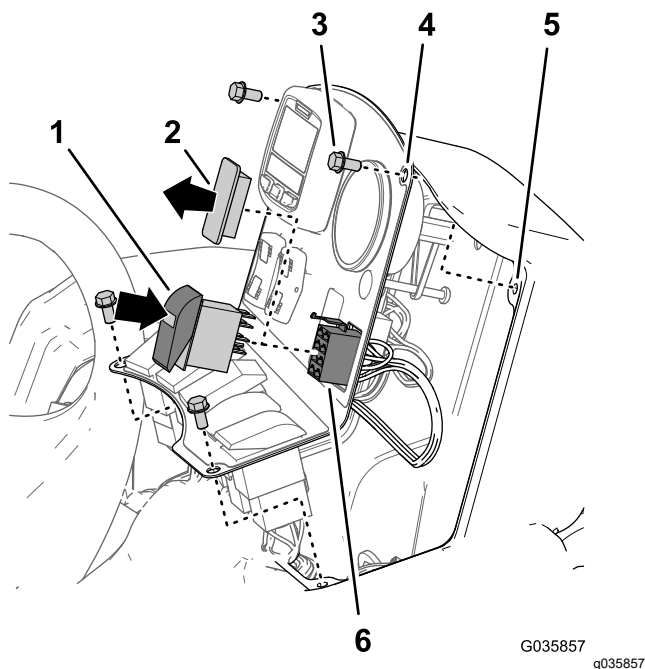

図 36
1. コントロールパネルをコンソールに図 36 のように固定しているフランジヘッドボルト $\frac{1}{4} \times \frac{1}{2}$ " 4 本があれば、これらを取り外す。
2. コンソールのコントロールパネルからスイッチプラグを外す 図 36。
3. ウルトラスニックブーム仕上げキットのワイヤハーネスの 8 ソケットコネクタを、コントロールパネルの開口部に通す 図 36。
4. ウルトラスニックブーム仕上げキットのワイヤハーネスの 8 ソケットコネクタ SONIC MODE MANUAL VS. AUTO というラベルがついているを、ロックスイッチに接続する (図 36)。
5. コントロールパネルの取り付け穴にロックスイッチを取り付ける。パチンとはまるまでスイッチを押し込むこと 図 36。
6. コントロールパネルの穴を、コンソール上部の穴に合わせる 図 36。
7. パネルをコンソールに取り付ける 図 36 ステップ 1 で外したボルトを使う。